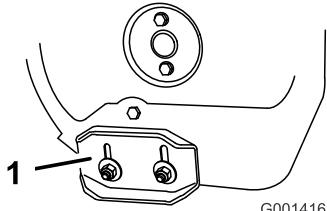

Рисунок 43
3. Ослабьте затяжку гаек, крепящих оба полоза к боковинам шинека, так, чтобы шинек мог легко перемещаться вверх и вниз (Рисунок 43).